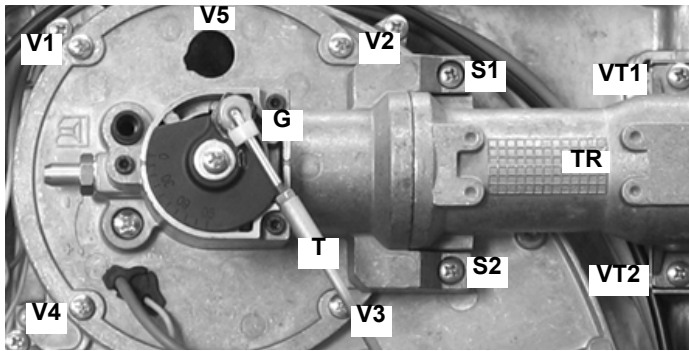

Fig. 13
- 1 Rimuovere il gancio in plastica **G** e sganciare il tirante **T** (Fig. 13) dalla sua sede.
- 2 Rimuovere le viti **V1, V2, V3, V4, V5, VT1** e **VT2** (Fig. 13).